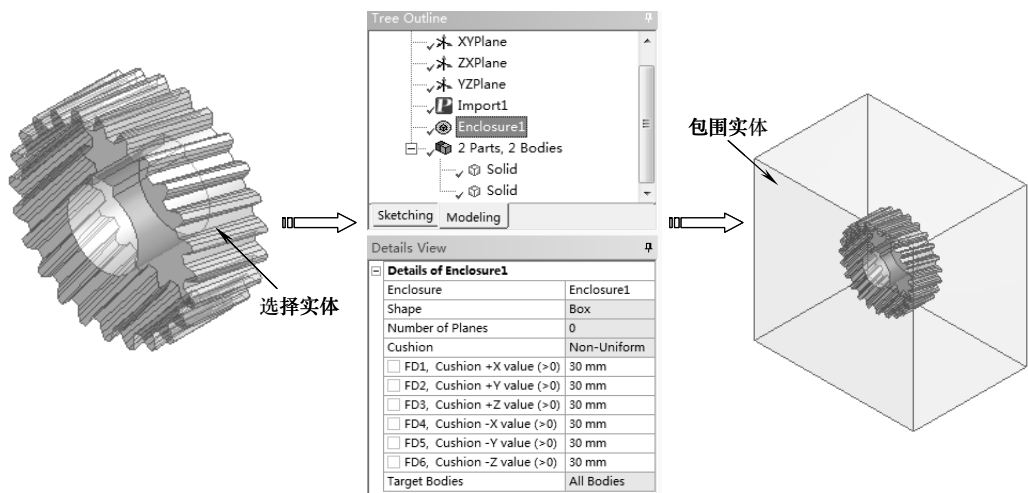

图 11-73 创建包围
5) 选择【Tools】|【Enclosure1】命令，选择所有实体作为包围实体，单击详细列表窗口中的【Apply】按钮，然后单击【Generate】按钮，生成包围实体，如图 11-73 所示。